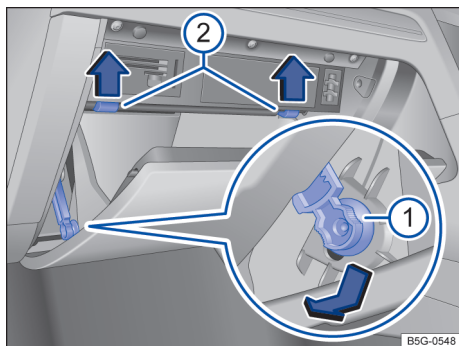

Fig. 206 Cobertura da caixa de fusíveis no painel de instrumentos: veículo com direção à direita, no lado do passageiro dianteiro.
- Abrir e, caso necessário, esvaziar o porta-luvas do lado do passageiro dianteiro → Fig. 206.
- Empurrar o elemento de freio → Fig. 206 (1) para baixo na abertura do suporte e retirar lateralmente.
- Pressionar o pino de batente → Fig. 206 (2) para cima na direção da seta e, ao mesmo tempo, continuar abrindo o porta-objetos.
- Para instalar: colocar o porta-objetos na posição. Introduzir a trava no suporte e empurrar para cima, até que ela se trave de maneira audível. Pressionar o porta-objetos cuidadosamente para frente, além da resistência do pino de batente → Fig. 206 (2).